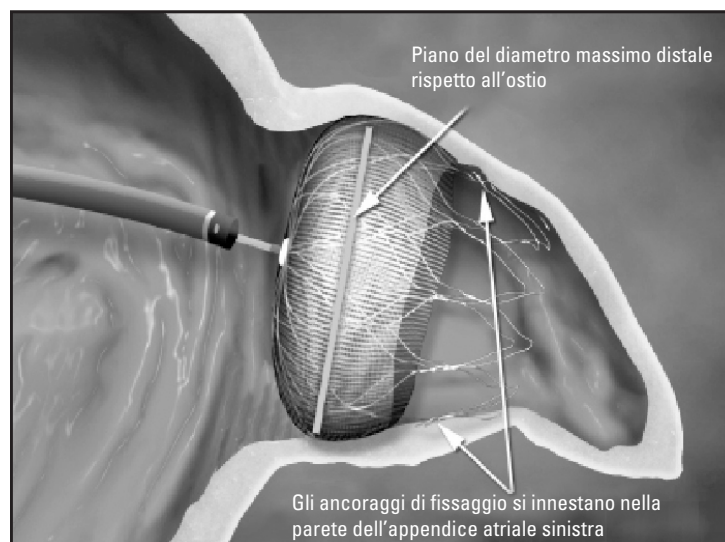

Figura 5. Posizione e dimensioni del dispositivo di chiusura LAA WATCHMAN
- A. **Posizione:** il piano del diametro massimo si trova all'altezza dell'ostio o appena distale ad esso e occupa interamente l'ostio dell'appendice atriale sinistra (vedere la Figura 5).
- C. **Dimensioni (compressione):** misurare il piano del diametro massimo del dispositivo (vedere Figura 5). Servirsi della Tabella 2 come guida di riferimento.